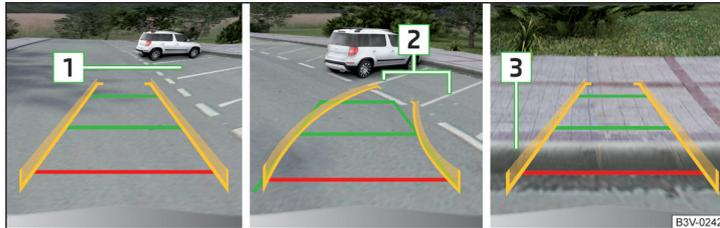

Abb. 277 Bildschirmanzeige
- › An der ausgewählten Parklücke **1** » Abb. 277 langsam vorbeifahren und das Fahrzeug anhalten.